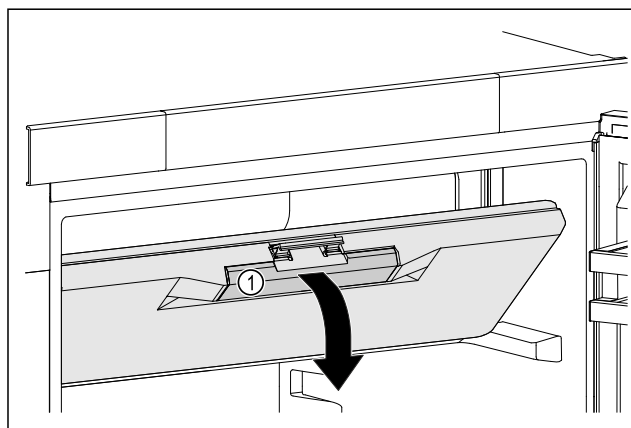

Fig. 41
- Chwycić drzwi komory zamrażalnika za zagłębienie uchwytu Fig. 41 (1).